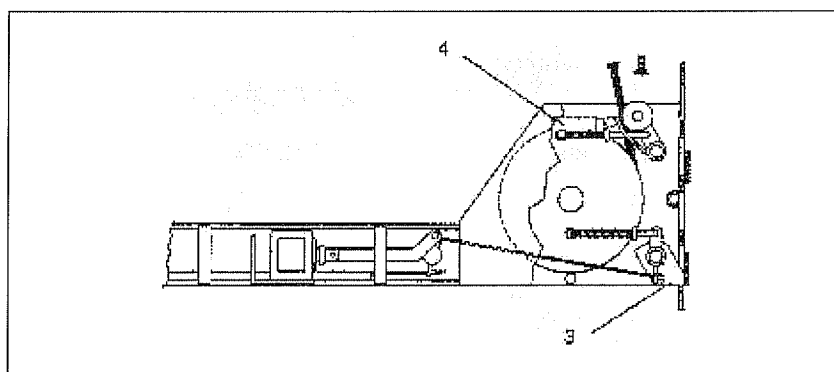

Рис. 26. Клинь безопасности и конечный выключатель
- При ослаблении или обрыве стальных тросов клинья безопасности (3) остановят подвижную часть подъемника с установленным на ней автомобилем в текущем поднятом положении (Рис. 26), а микровыключатель (поз.4), расположенный на стальных тросах внутри поперечных балок, отключит подачу питания на электромотор.